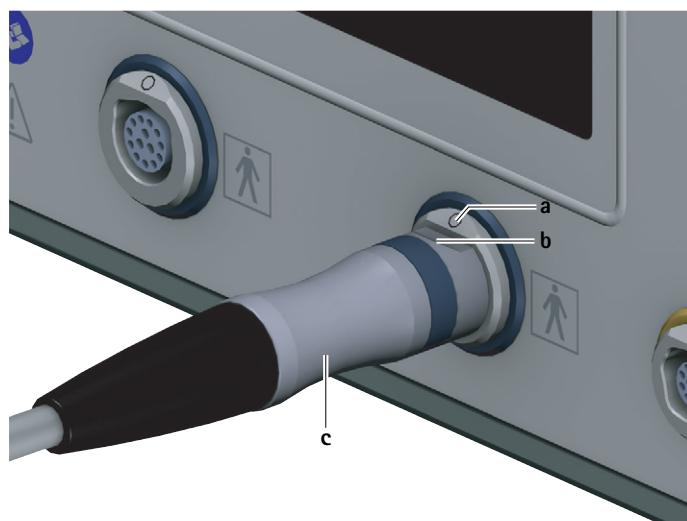

Fig. 3 Ligar cabo de motor
- Alinhar a ficha da unidade de controlo **c** no cabo de motor de tal forma que a marcação **b** na ficha coincida com a marcação **a** na tomada de ligação da unidade de aplicação 7, ver Fig. 3.
- Retirar o cabo de motor na ficha para a unidade de controlo **c** da tomada de ligação para unidades de aplicação **7**, ver Fig. 3.